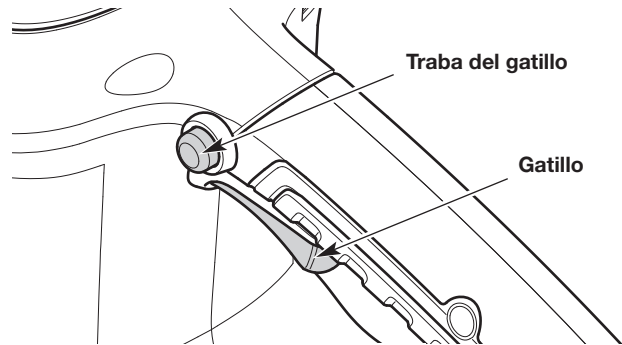

Fig. 15
1. Mantenga presionada la traba del gatillo (Fig. 15).
2. Continúe sosteniendo la traba del gatillo. Presione y el gatillo y manténgalo presionado para encender la unidad (Fig. 15).
1. Suelte el disparador (Fig. 15).